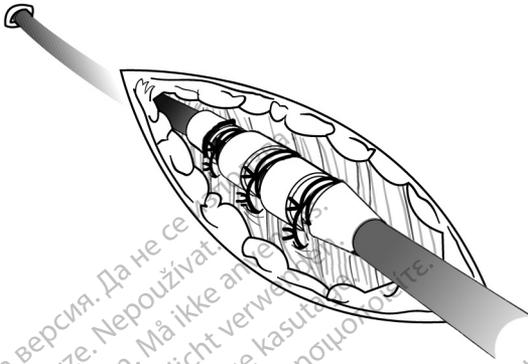

Abbildung 11. Beispiel einer Nahtmanschette, perkutane Implantationstechnik
1. Ziehen Sie die Einführschleuse ab, und schieben Sie die distale Nahtmanschette tief in das Gewebe hinein (Abbildung 11 Beispiel einer Nahtmanschette, perkutane Implantationstechnik auf Seite 35).